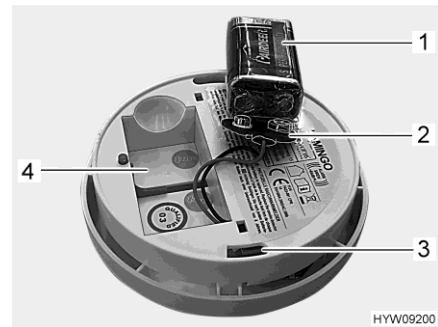

Bild 119 Rauchmelder (Rückseite)
- Batterie herausnehmen und vom Batterieclip (Bild 119,2) trennen.
- Neue Batterie (Bild 119,1) am Batterieclip (Bild 119,2) anschließen. Dabei sicherstellen, dass die Batteriepole am Batterieclip einrasten.
- Batterie in das Batteriefach (Bild 119,4) legen.
- Rauchmelder (Bild 120,1) an der Halterung (Bild 120,3) ansetzen. Die Haltenasen (Bild 120,2) müssen in die Öffnungen (Bild 119,3) im Rauchmelder greifen.